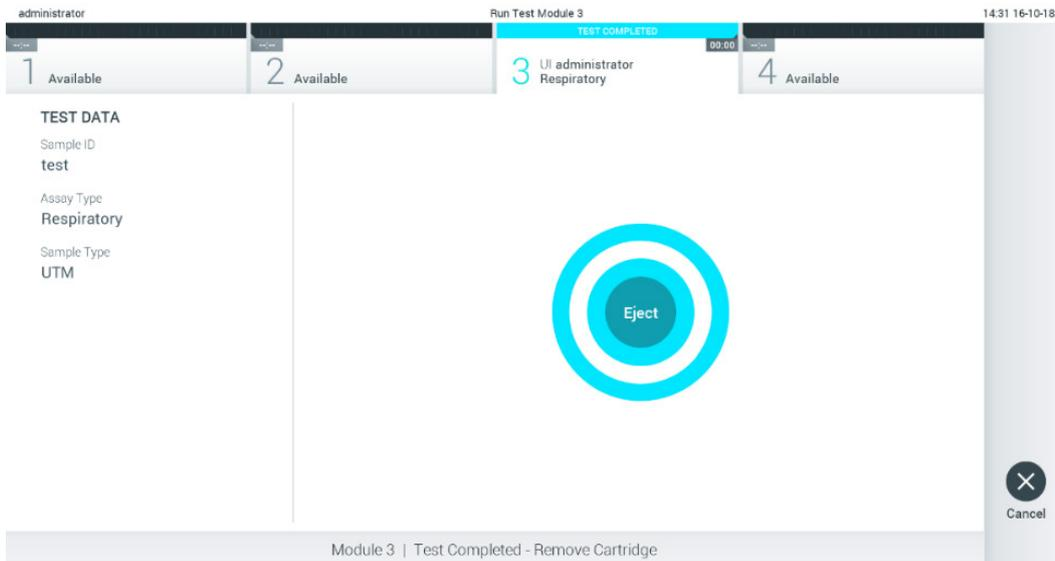

Figura 29. Apresentação do ecrã Eject (Ejetar).
10. Após a conclusão da execução do teste, é apresentado o ecrã Eject (Ejetar) (Figura 29).